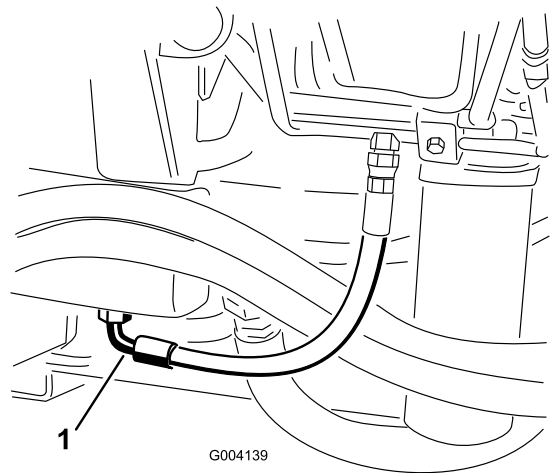

Bild 102
3. Stellen Sie eine große Auffangwanne unter das Anschlussstück, das unten am Hydraulikölbehälter befestigt ist (Bild 102).